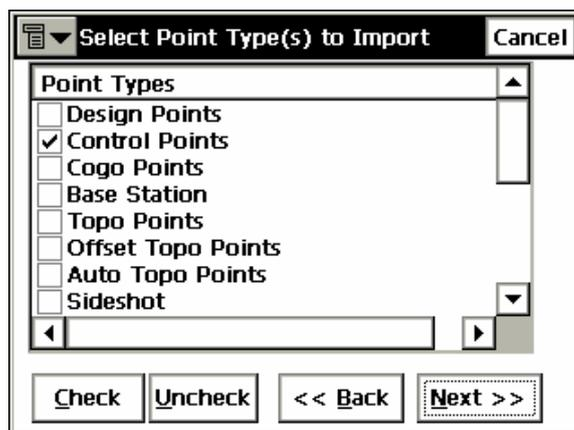

Рисунок 5-3. Выбрать тип(ы) импортируемых точек
- Если в выпадающем меню Points (Точки) был выбран способ сортировки точек *By Type* (По типу) или *By Type, Range and Code* (По типу, Дальности и Коду), то появится окно **Select Point Type(s) to Import (Выбрать тип(ы) импортируемых точек)**. В этом окне выберите типы точек, которые Вы собираетесь импортировать (рис. 5-3).